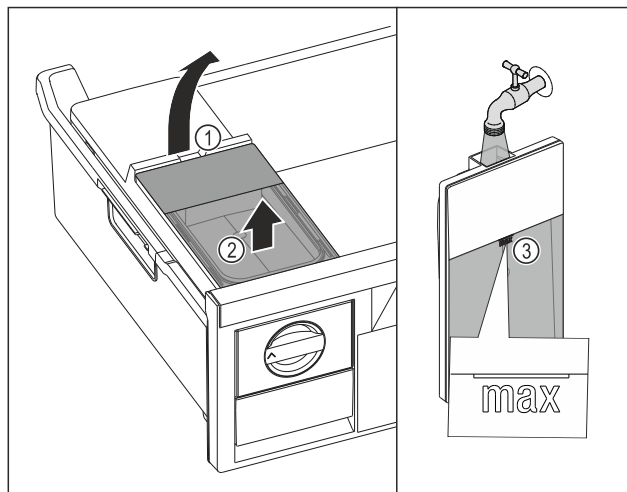

Fig. 42
- ▶ Elevar el depósito de agua por la entalladura Fig. 42 (1).
- ▶ Extraer el depósito de agua hacia arriba. Fig. 42 (2)
- ▶ Llenar el depósito de agua con agua potable hasta la marca Fig. 42 (3).